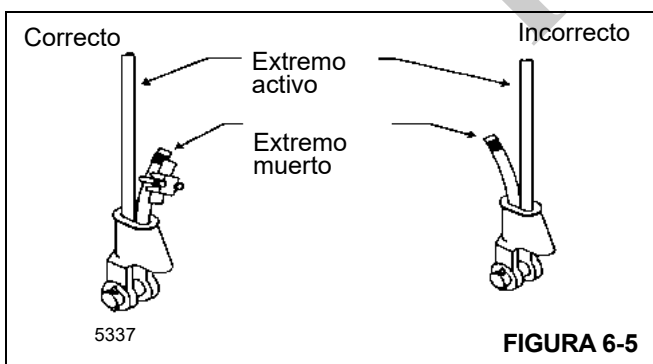

FIGURA 6-5
3. Verifique que el extremo activo de carga del cable (Figura 6-5) quede directamente en línea con las orejetas del receptáculo y con la dirección de la tracción que se aplicará al cable. Si el cable se instala de modo incorrecto en el receptáculo, se producirá un doblez en el punto que el cable sale del receptáculo, y el borde del
4. Inserte el extremo del cable en el receptáculo, forme un lazo con el cable y devuelva el cable a través del receptáculo, permitiendo que el extremo “muerto” (Figura 6-5) sobresalga del receptáculo. Verifique que el extremo muerto del cable tenga un largo suficiente para aplicarle un dispositivo de terminación al extremo después de haber asentado la cuña.